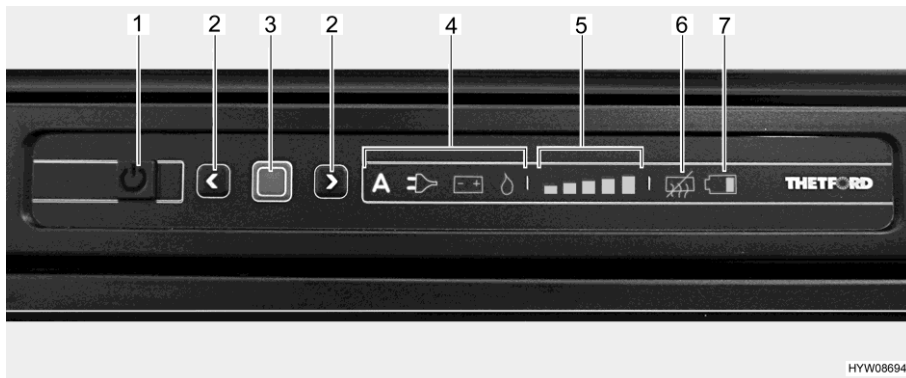

Bild 134 Lysdiodesreglage (kylskåp Thetford)
- Tryck på på/av-knappen (Bild 134,1) i en sekund. Knappen tänds med grönt ljus. Efter ca 10 sekunder dimmas indikeringen automatiskt för att spara ström.
- Tryck på bekräftelseknappen (Bild 134,3). Det sist valda driftläge visas.
- Tryck ned bekräftelseknappen (Bild 134,3) i cirka 2 sekunder. Symbolen för driftläge blinkar.
- Manuellt energival: Med pilknapparna (Bild 134,2) väljer du önskad energikälla.
- Automatiskt energival (endast för utförande med automatiskt energival): Välj driftläget "A" med hjälp av pilknapparna (Bild 134,2).
- Bekräfta valet med bekräftelseknappen (Bild 134,3).
- Tryck på bekräftelseknappen (Bild 134,3) igen. Kylvivåindikatorn (Bild 134,5) blinkar.
- Ändra inställningen genom att trycka på pilknapparna (Bild 134,2) tills önskad inställning visas.
- Tryck på på/av-knappen (Bild 134,1) i cirka 2 sekunder. Alla lampor släcks. Kylskåpet är avstängt.
När kylskåpet sätts på väljs automatiskt den sist valda termostatinställningen. Denna inställning kan ändras manuellt med pilknapparna (Bild 134,2). Det tar alltid några timmar innan man har en normal drifttemperatur i kylskåpet. Vid omkopplingen till ett annat driftläge, bibehålls termostatinställningen.